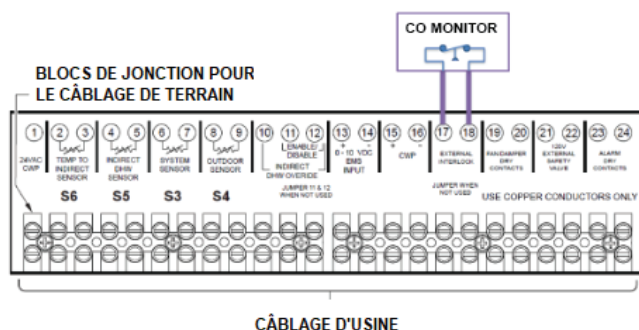

Figure 54. Câblage de terrain basse tension (moniteur CO)
3. Connectez le capteur de CO aux bornes 17 et 18 du "Field Terminal Wiring Block" (bloc de câblage des bornes de terrain) conformément à la **Figure 54**.